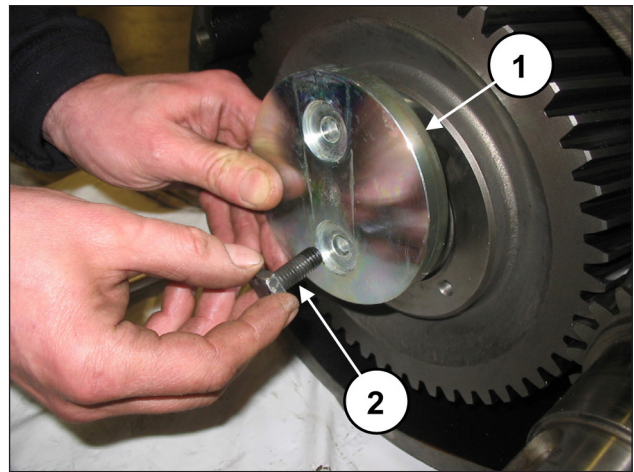

Abb. 63
Befestigen Sie die Zahnkranzarretierung (Pos. ①, Abb. 63) mit den 2 Schrauben M10x25 (Pos. ②, Abb. 63).